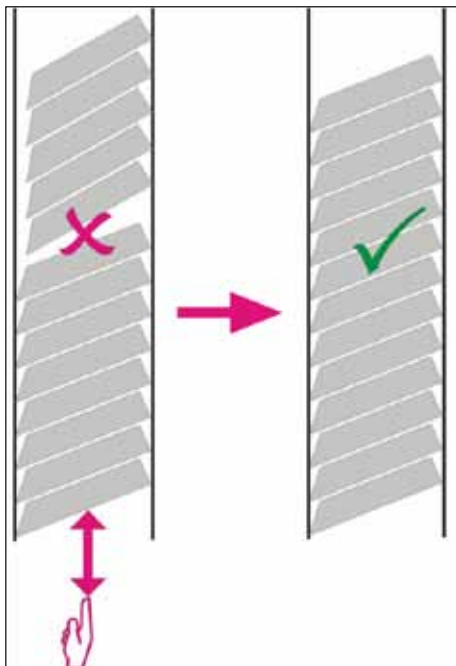

Abb. 29
✓ Danach sollten sie richtig im Magazin liegen (→ "Abb. 29").
- Wenn gestapelte Kassetten eingesetzt werden, muss sichergestellt sein, dass sich der neu eingelegte Stapel präzise an die zuvor eingesetzten Kassetten anschließt (→ "Abb. 29").